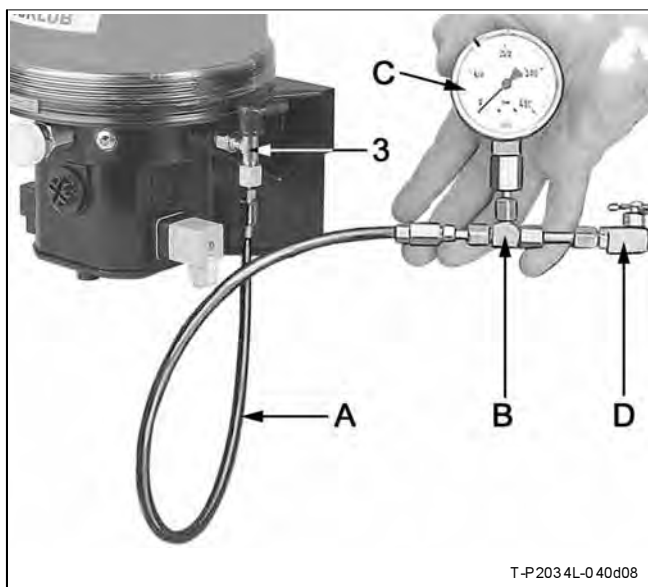

Fig. 9-4 Vérifier la soupape de limitation de pression
- Raccorder le manomètre (0-600 bars) sur la soupape de limitation de pression (voir fig. 9-4).